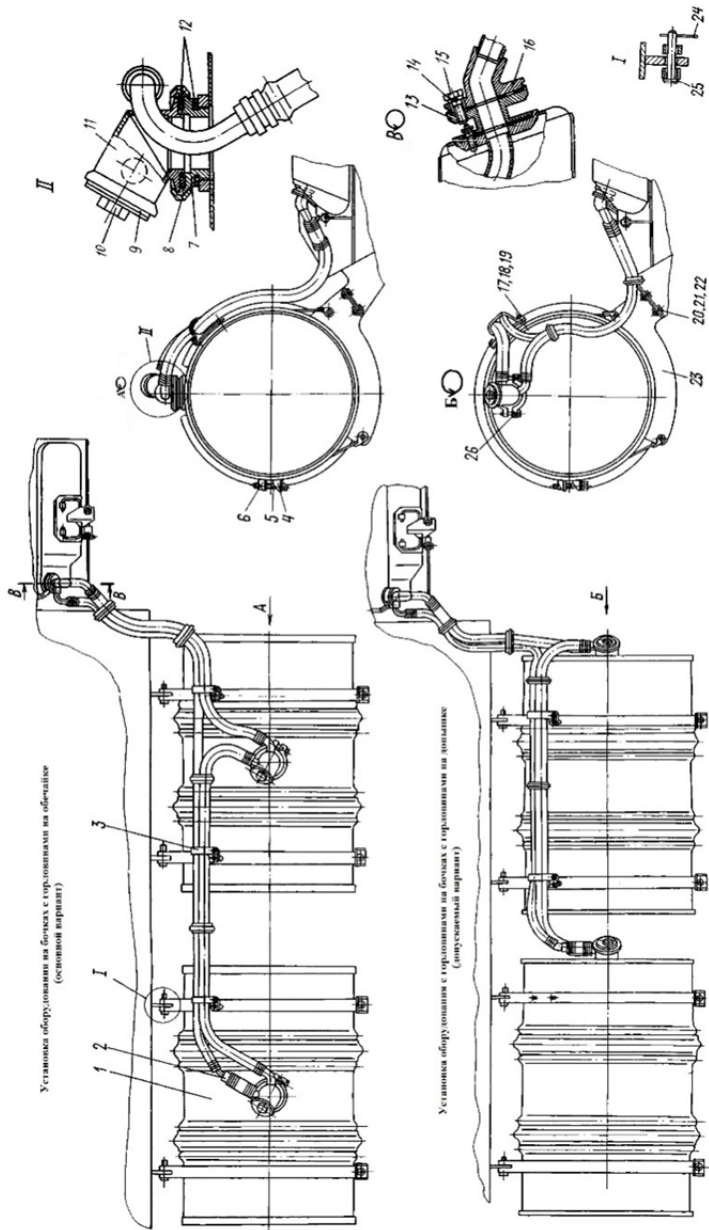

Рис. 5.2. Оборудование для подключения бочек:
4. ввернуть в горловины бочек штуцера 7 (рис. 5.2), предварительно убедившись в целостности прокладок 12;
7. закрепить шланговые соединения, как указано на рис. 5.2, при этом исключить пережимы и переломы соединительных шлангов;